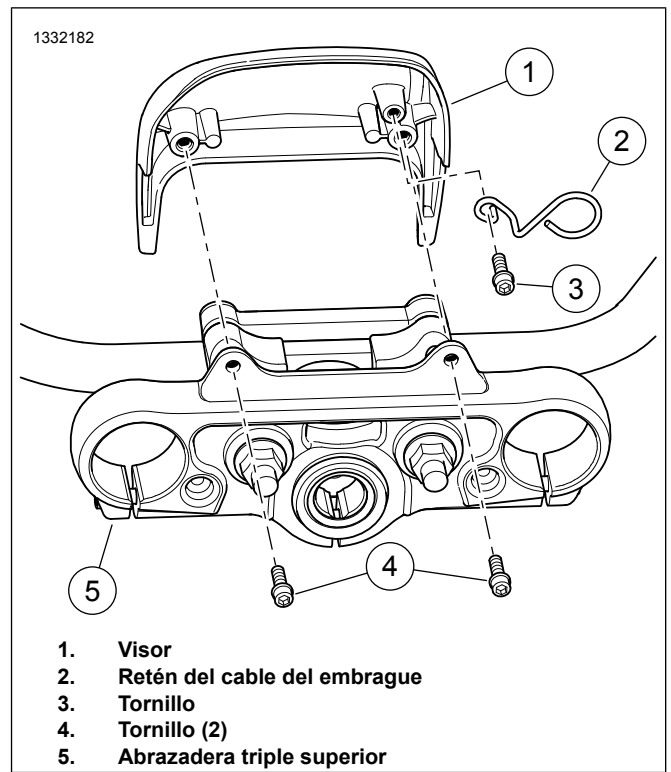

Figura 3. Visera de FXLR
1. Figura 3 Retira los tornillos (4) de la abrazadera triple superior (5).
2. Quita el visor (1).
3. Quita el tornillo (3) y retén del cable del embrague del fabricante de equipo original.
4. Instala el retén del cable del embrague (2) del kit.
5. Instale el tornillo (3). Apretar.